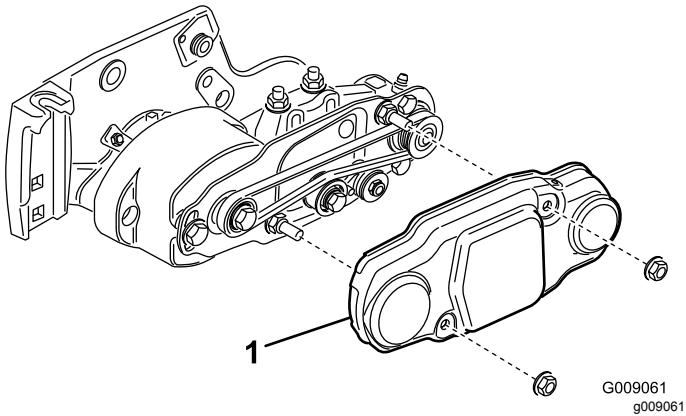

Figura 18
- Coloque la cubierta de la correa sobre los pernos de montaje y sujetela con 2 tuercas con arandela prensada (Figura 18).